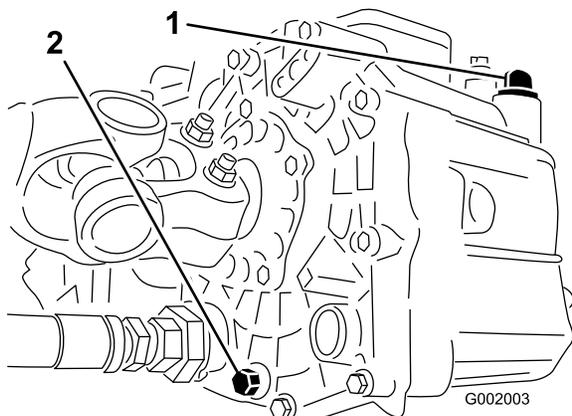

Figure 38
- Retirez le bouchon de vidange sur le côté du réservoir et laissez l'huile s'écouler dans le bac de vidange (Figure 38).